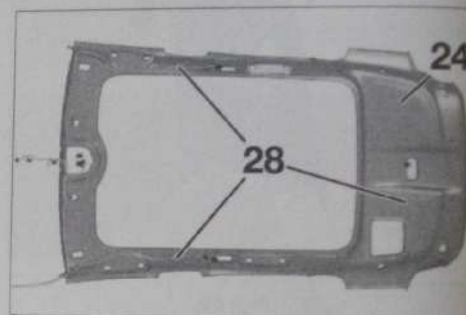

Fig. 84
- Sur la garniture de pavillon (24), repérer le positionnement des faisceaux (28) (Fig. 84).
- Désolidariser de la garniture de pavillon (24) tous les points de fixation par ruban adhésif des différents faisceaux (28) (suivant équipement).